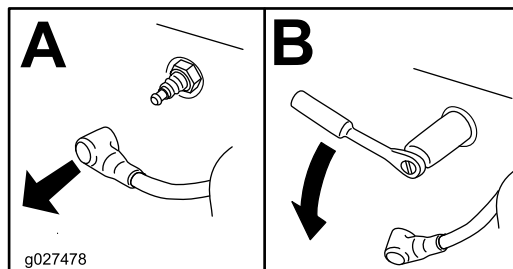

Figura 43
4. Localizați și îndepărtați bujia (bujii) după cum se arată în Figura 43.